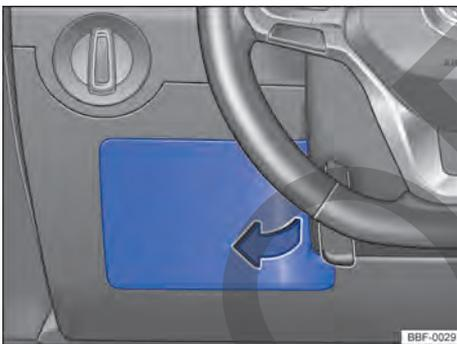

Fig. 189 Del lado del conductor en el panel de instrumentos: cubierta de la caja de fusibles.
- Sostener la cubierta de la caja de fusibles → **fig. 189** y tirar hacia adelante.